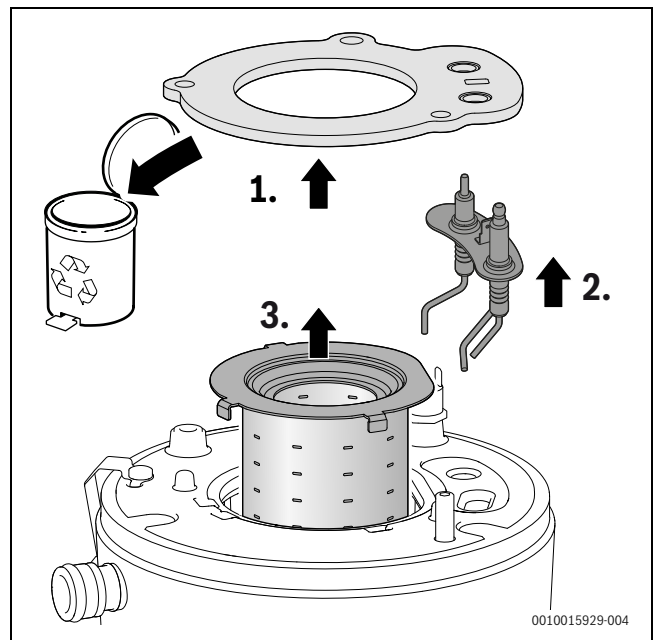

Bild 61 Brenner herausnehmen
- Dichtung abnehmen und entsorgen (→Bild 61, [1]).
- Elektroden-Set abnehmen (→ Bild 61, [2]).
- Brenner herausnehmen (→ Bild 61, [3]).